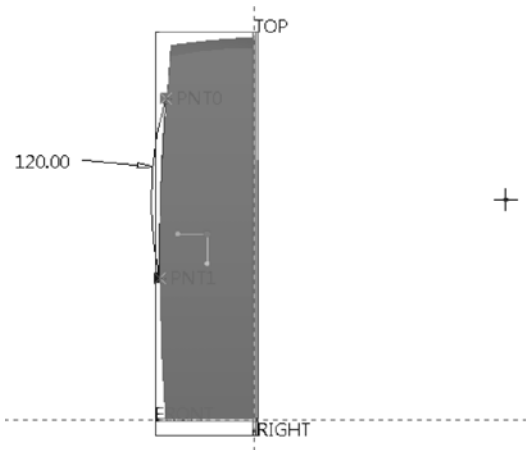

图 7-162 绘制圆弧
- 3 在功能区的“草绘”选项卡的“设置”面板中单击“参考”按钮，打开“参考”对话框，结合选择过滤器的“基准点”选项来快速选择 PNT0 和 PNT1 两个基准点作为绘图参考，然后关闭“参考”对话框。绘制如图 7-162 所示的圆弧。